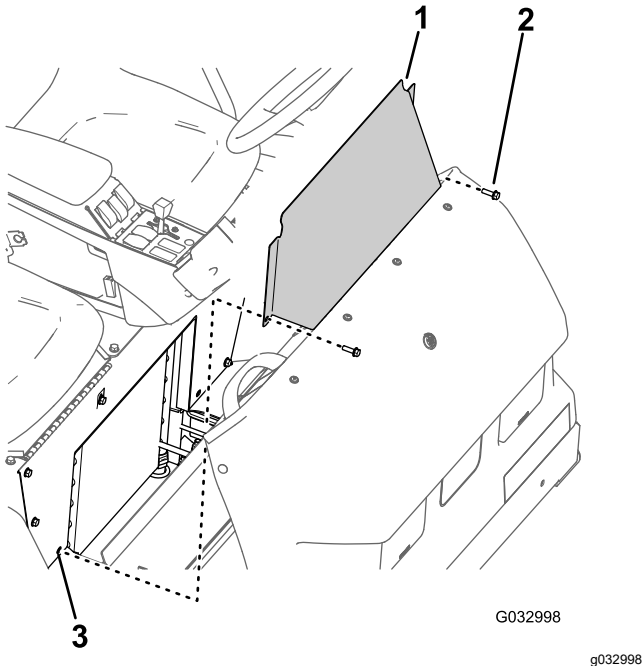

Figura 66
1. Retire los 2 pernos con arandela prensada que sujetan el panel de acceso de la base del asiento a la base del asiento (Figura 66).
2. Retire el panel de acceso de la base del asiento de la máquina (Figura 66).
1. Alinee los taladros del panel de acceso de la base del asiento con los taladros de la base del asiento (Figura 66).
2. Monte el panel de acceso de la base del asiento en la base del asiento con los dos pernos con arandela prensada (Figura 66) que retiró en el paso 1 de Retirada del panel de acceso de la base del asiento (página 57).